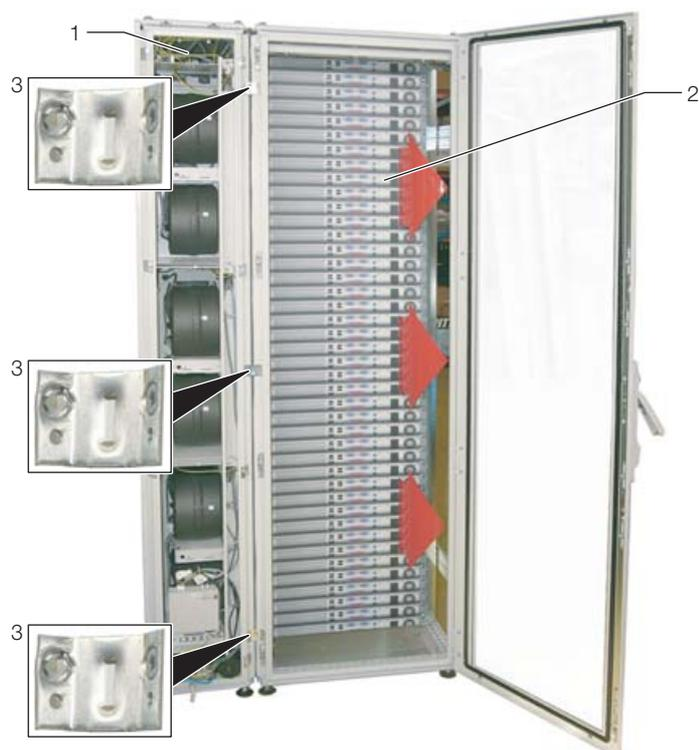

Рис. 28: Liquid Cooling Package с серверным шкафом (задняя сторона)
- Закрепите по три соединителя (Рис. 28, Поз. 3) при помощи винтов в предусмотренных руководством по монтажу точках крепления с передней и задней стороны Liquid Cooling Package (Рис. 28, Поз. 1).
- Закрепите соединители (Рис. 28, Поз. 3) при помощи прилагаемых винтов в предусмотренных руководством по монтажу точках крепления на профиле с передней и задней стороны серверного шкафа (Рис. 28, Поз. 2). При необходимости слегка прижмите Liquid Cooling Package к серверному шкафу, чтобы отверстия соединителей совпали с точками крепления.